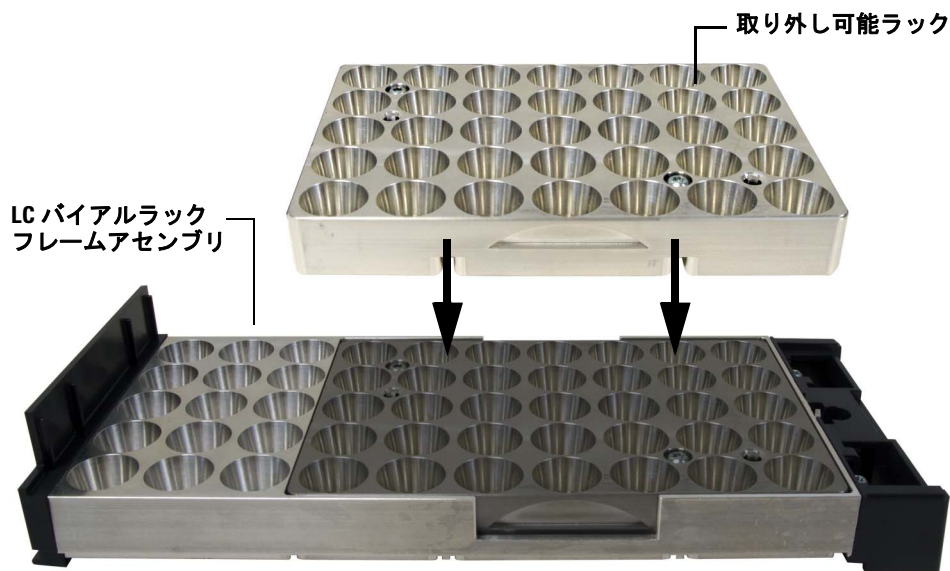

図 65 LC バイアルラック フレームアセンブリに取り付けられた取り外し可能ラック
- 2 図 65 で示されているように、カスタム LC ラックの取り外し可能部分を LC バイアルラック フレームアセンブリに取り付けます。カスタム LC ラックの取り外し可能部分は、1 方向にのみ取り付け可能です。